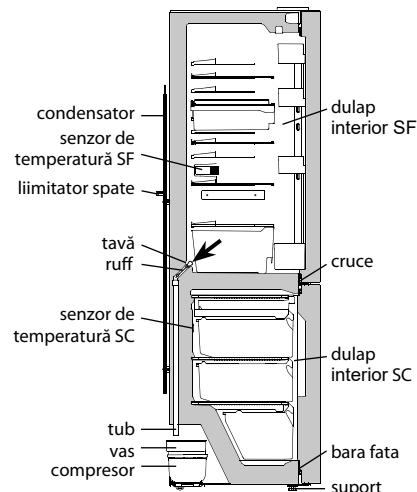

Figura 9
3.3.1 În SF se folosește un sistem automat de dezghețare. Bruma care apare pe peretele din spate al SF se topeste într-un ciclu de dezghețare atunci când compresorul este deconectat și se transformă în picături de apă. Picăturile de apă topită se scurg în tavă, prin orificiul din tub intră în vasul de pe compresor în conformitate cu figura 9 și se evaporă. În orificiul tavii este instalată o perie pentru a elimina infundarea sistemului de scurgere.
- spălați ruful și instalați în funcție de figura 9.
- în SC aproape de senzorul de temperatură situat pe peretele din spate al SC în conformitate cu figura 9.